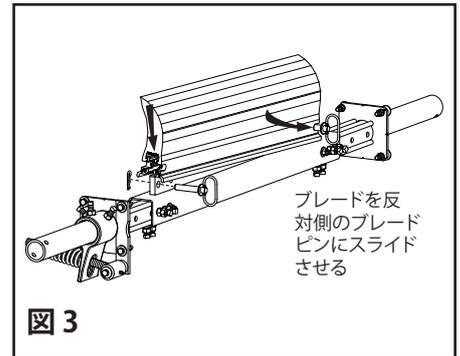

図 3
3. 新しいブレードを取付けます。新しいブレードをポールにスライドさせ、反対側ののブレードピンにロックし、取り外したブレードピン、ワッシャー、クリップを再び取付けます。(図3)